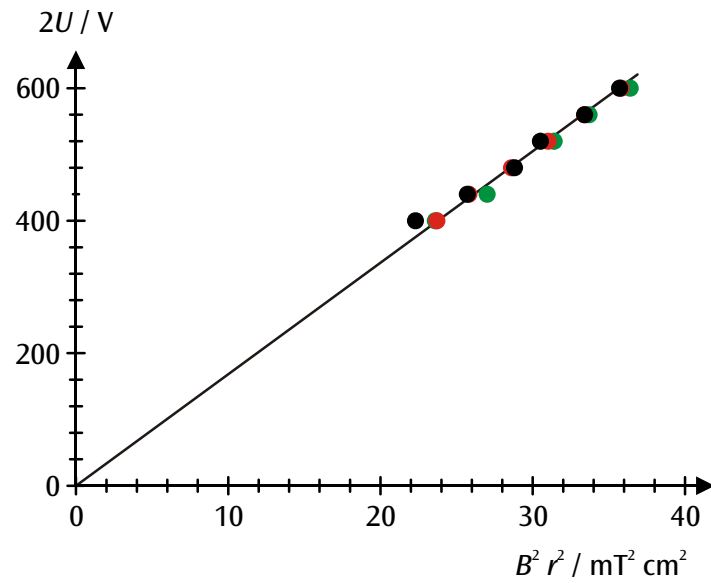

Fig. 3 $r^2 B^2$ - $2U$ -Diagramm der Messwerte (schwarz: $r = 5$ cm, rot: $r = 4$ cm, grün: $r = 3$ cm)
- Zur weiteren Auswertung die Messwerte in einem $r^2 B^2 - 2U$ -Diagramm auftragen (siehe Fig. 3).